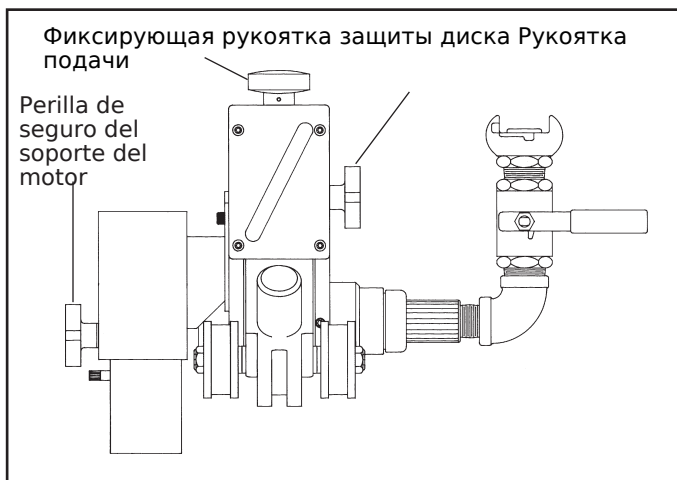

FIG. 4
1. Afloje la perilla de seguro del soporte del motor (Fig. 4)
2. Haga girar la perilla de alimentación en sentido antihorario para retraer el soporte del motor hasta su posición más elevada. (Fig. 4)
2. Gire en sentido horario la perilla de alimentación del cortatubos. (Fig. 4) Haga bajar el motor y el cortatubos para que estén cerca de la tubería, pero sin tocarla. La perilla de seguridad del soporte del motor deberá quedar apretada, pero permitir que el soporte se deslice.
de alimentación por la aguja (ver fig. 4), hasta que el indicador no muestre la profundidad de corte. Deje que no sea menos 1/4" de la superficie del disco por encima de la profundidad de corte.
*La excepción a esto sería si el cortador de bisel se estuviera usando en plástico, entonces el cortador se accionaría hasta que el cortador de bisel comenzara a cortar. En este punto el indicador de profundidad se podría usar para determinar la cantidad de bisel. Un accionamiento a fondo produce un bisel de 15/16" . (Fig. 4)
3. Apriete la perilla de seguro del soporte del motor (Fig. 4)
4. Затяните фиксирующую рукоятку защиты диска примерно дamente a 1/8" del tubo (Fig. 4)